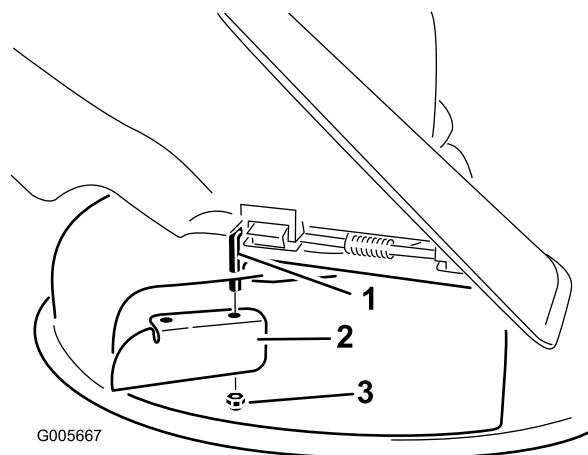

Figura 14
7. Instale o abafador de corte na haste de articulação exposta (Figura 14).
3. Retire o abafador de corte da plataforma do cortador (Figura 14).